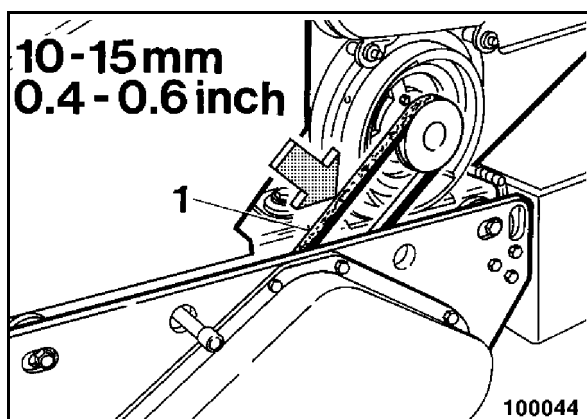

Fig. 62
- Comprobar la correa trapezoidal 1 (Fig. 62) por estado y tensión y cambiar la correa si presenta deterioros.